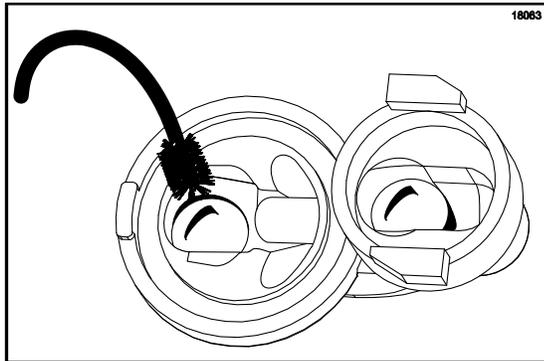

Figura 82
4. Introduzca el cepillo negro blindado por la parte superior de la válvula de entrada. Restriegue esta área, en particular alrededor de la esfera de acero. (Vea la figura 82).